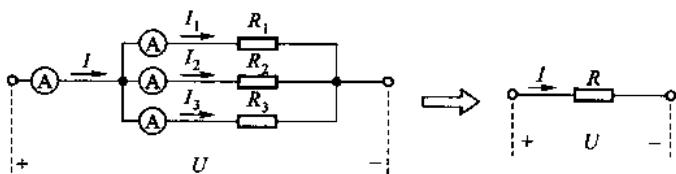

图 8.7 电阻的并联
**电阻的并联** 图 8.7 是电阻并联电路, 你已知道, 并联电路各支路的电压都等于  $U$ , 并联电路等效电阻  $R$  的倒数, 等于各支路电阻倒数之和 ( $1/R = 1/R_1 + 1/R_2 + 1/R_3$ ). 并联电路还有一个重要性质: 干路电流(总电流)等于各支路电流之和, 即